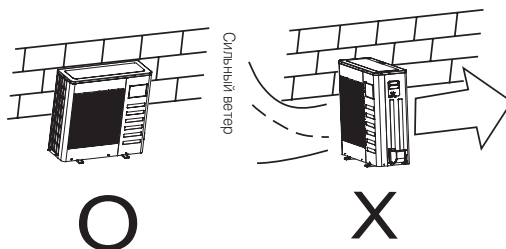

Рис. 6-1
- Если наружный блок устанавливается с наветренной стороны (например, на побережье), его нужно располагать по длине (вдоль стены) или использовать защитные экраны, поддерживая, таким образом, эффективную работу вентилятора (рис. 6-1).